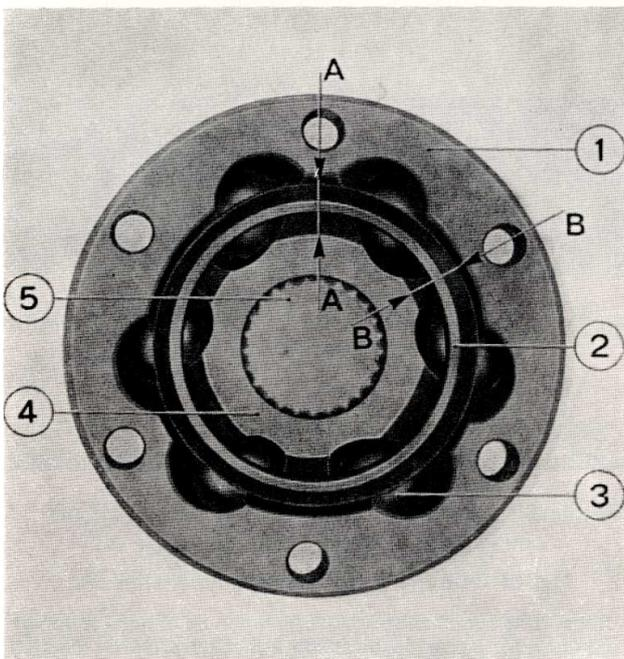

Fig. 63 - Joint côté pont
**ATTENTION:** Si pendant le dégagement du joint côté pont de l'arbre de roue, les billes devaient sortir de leurs sièges, il faut, pour une repose correcte, suivre les indications de la fig. 63 c'est-à-dire « A » doit être en face de « A » et « B » de « B ».